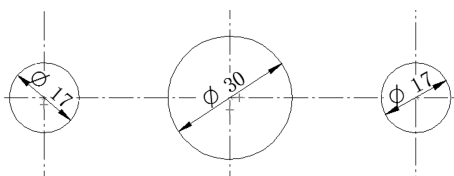

图 6-15 标注尺寸
(6) 单击【绘制草图】选项卡【尺寸】区域下的  【智能尺寸】按钮，标注刚才放置圆的尺寸，如图 6-15 所示。